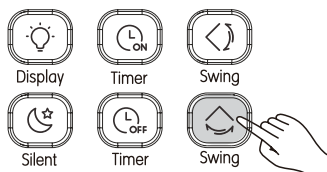

Рисунок 3.12
① При включенном блоке. Нажмите  (см. Рис. 3.12). Запускается функция качания в горизонтальном направлении, загорается индикатор , и на внутренний блок посылается сигнал;